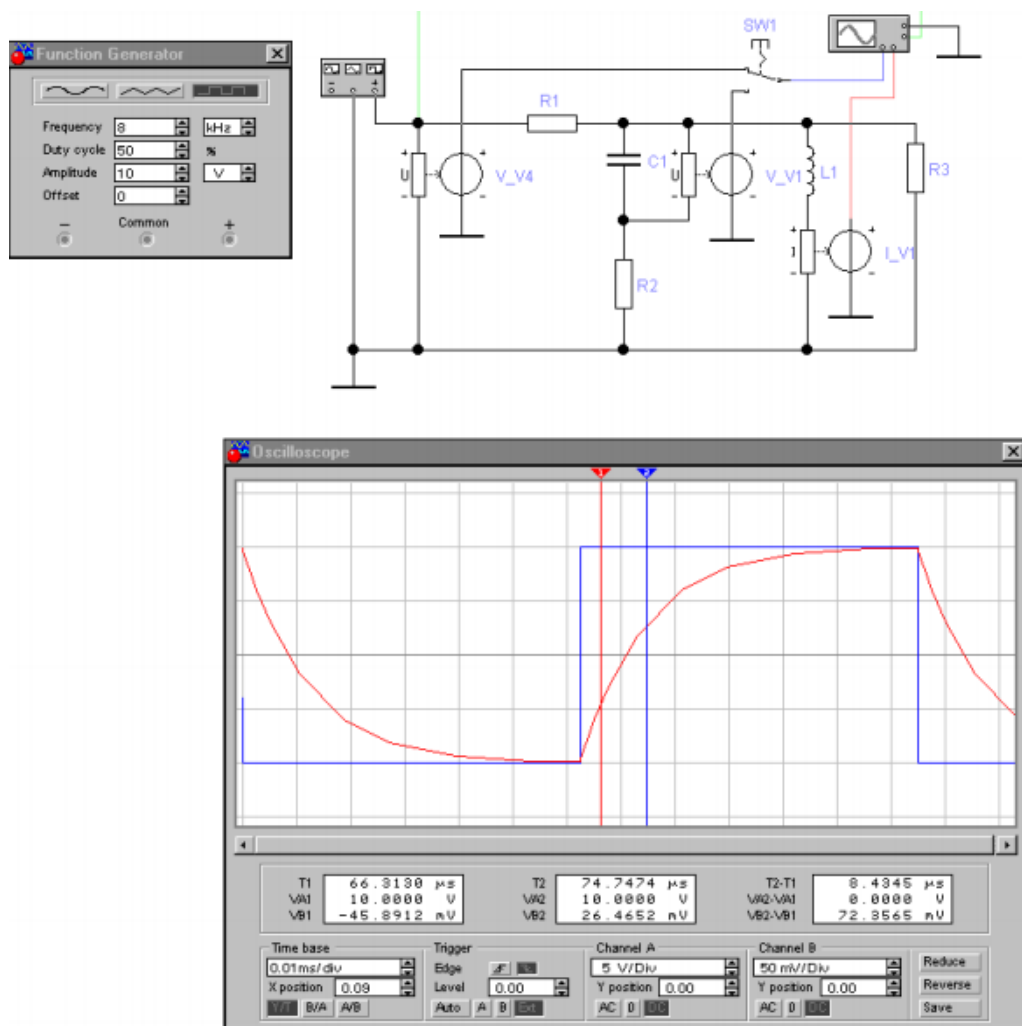

Рис. 3 Приклад електричного кола
1) Побудувати засобами Electronic Workbench електричне коло, відповідно до свого варіанту. Як приклад, на рис. 3 наведене електричне коло одного з варіантів.
На рис. 3 показані: